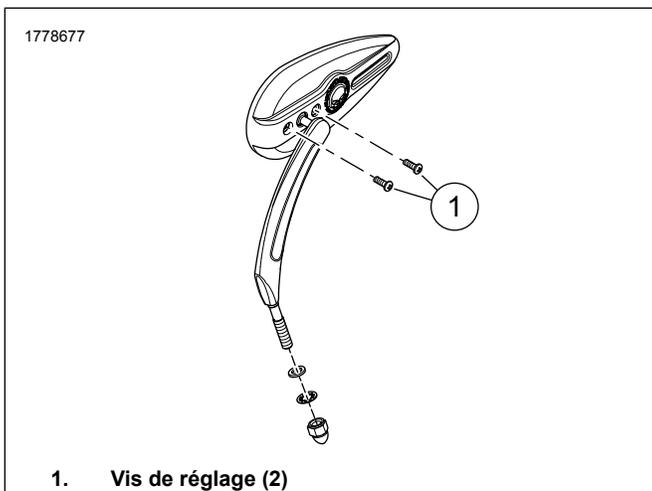

Figure 4. Vis de réglage de la tension du pivot
1. Voir la Figure 4. Réglez la tension du pivotement.
- a. Serrez les vis de réglage (1). Serrer.